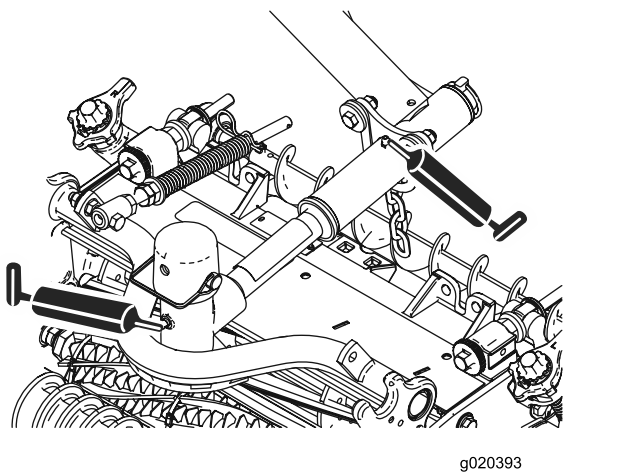

Figura 59
- Pivotes de las unidades de corte (2 en cada) (Figura 59).